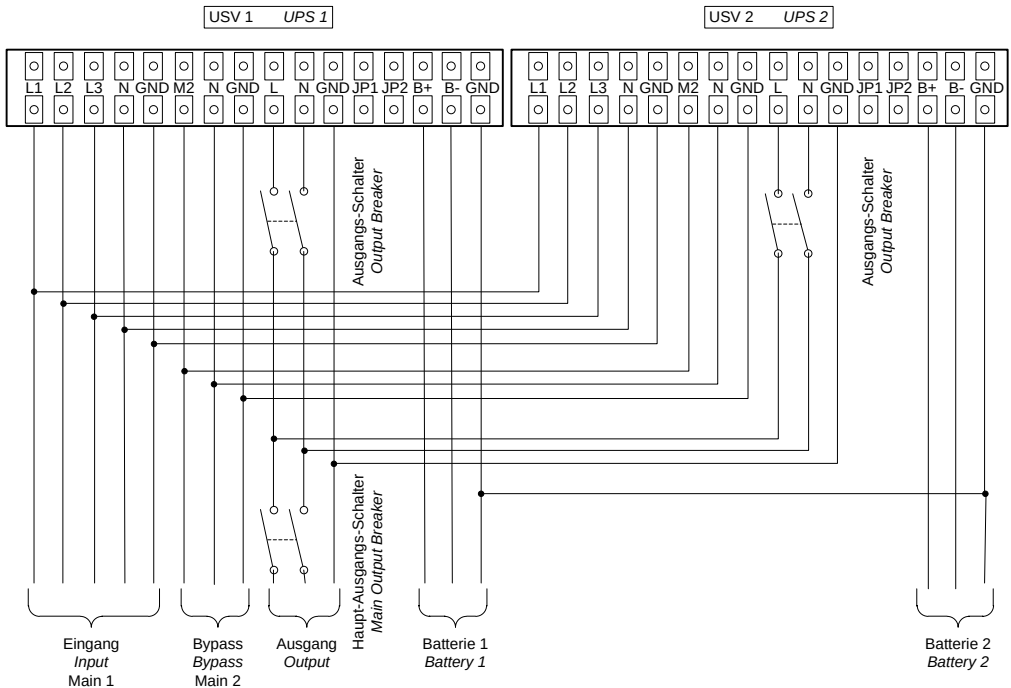
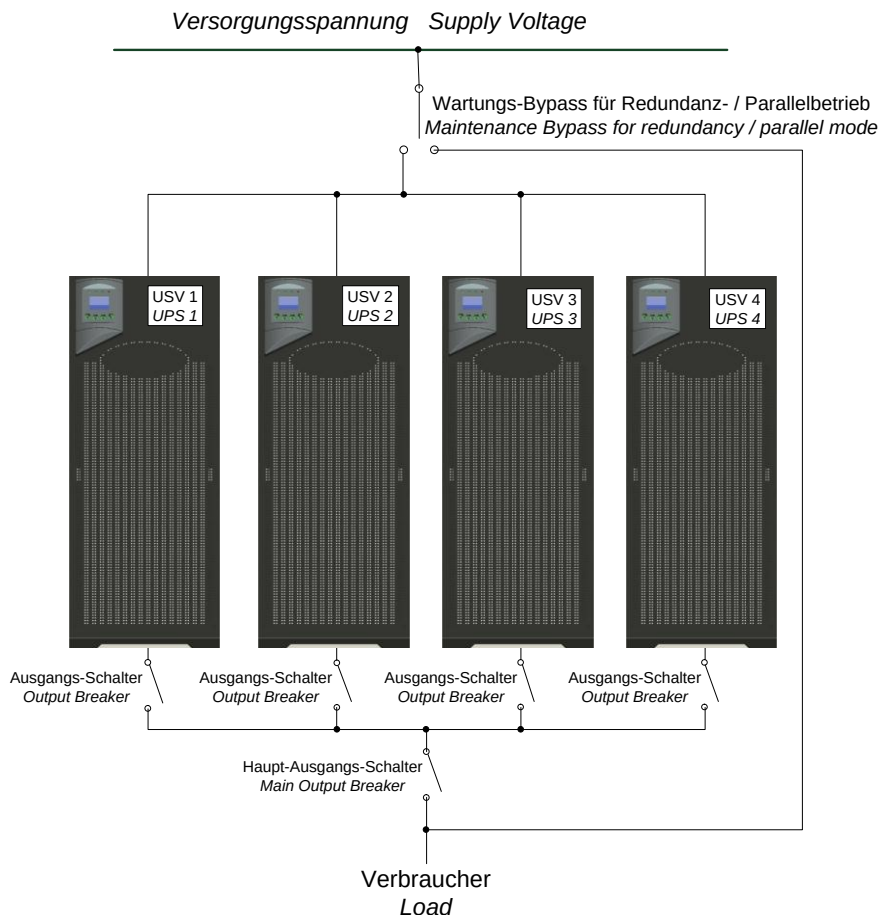

Figura 23: Schema di collegamento 1 Funzionamento ridondante/parallelo
Figura 24: Schema di collegamento 2 Funzionamento ridondante/parallelo
2. Collegare gli ingressi e le uscite degli UPS ai singoli interruttori di potenza come illustrato nella Figura 23 e nella Figura 24 (gli interruttori di potenza non sono inclusi nella fornitura). Verificare che tutti gli interruttori di potenza siano aperti.
3. Inoltre, ONLINE raccomanda di installare un bypass di manutenzione supplementare (non incluso nella fornitura) per l'unità (vedi Figura 24).